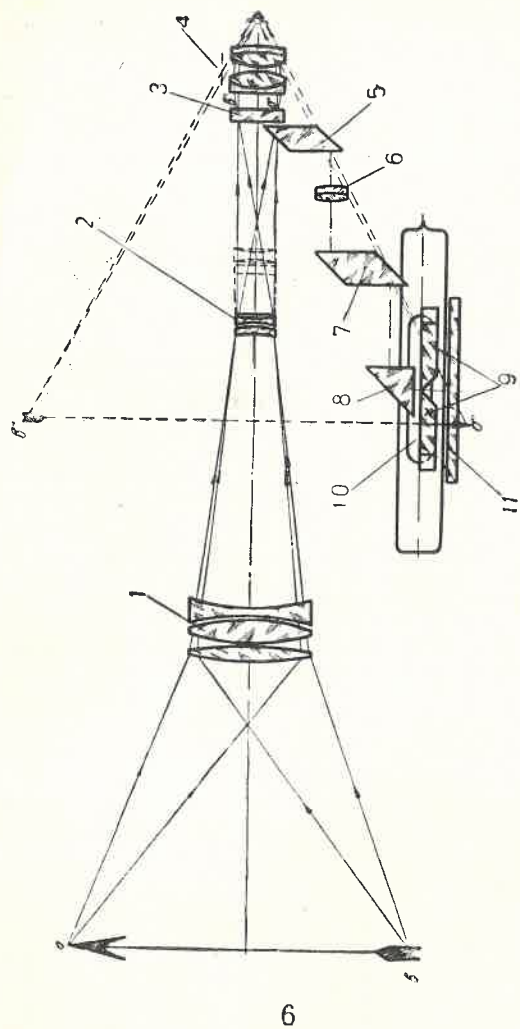

Рис. 1. Оптическая схема нивелира НВ-1.
Оптическая система нивелира НВ-1 (рис. 1) представляет собой телескопическую систему, состоящую из объектива 1, фокусирующей линзы 2, сетки 3 и окуляра 4.
Для передачи изображений концов пузырька уровня в поле зрения трубы нивелир снабжен системой призм (рис. 1).
2. Окулярная часть 3, в которой помещены окуляр 4 (рис. 1), сетка 3, микроскоп с призмой 5.